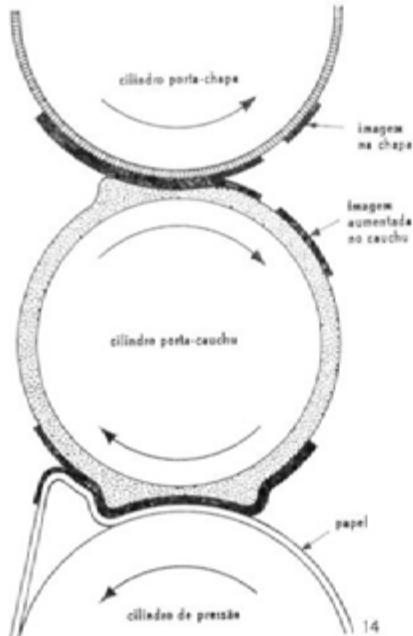

Fig. 14 — Diâmetro do cilindro porta-chapa, menor que o do cilindro porta-borracha
- a) Que a capa de borracha se contraia pelo lado da entrada da zona de contacto (fig. 14), o que provoca uma fraca tensão na borracha da zona de contacto. Aqui a imagem contrai-se menos do que no caso da rotação perfeita;